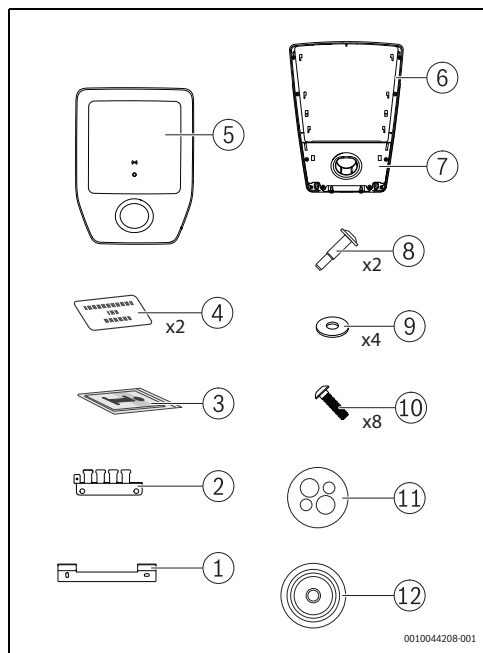

Fig. 97 Volume di fornitura
- Rimuovere la copertura [5] e il tappo con il supporto da parcheggio [7] dalla Logavolt (→ Fig. 97, pagina 103).